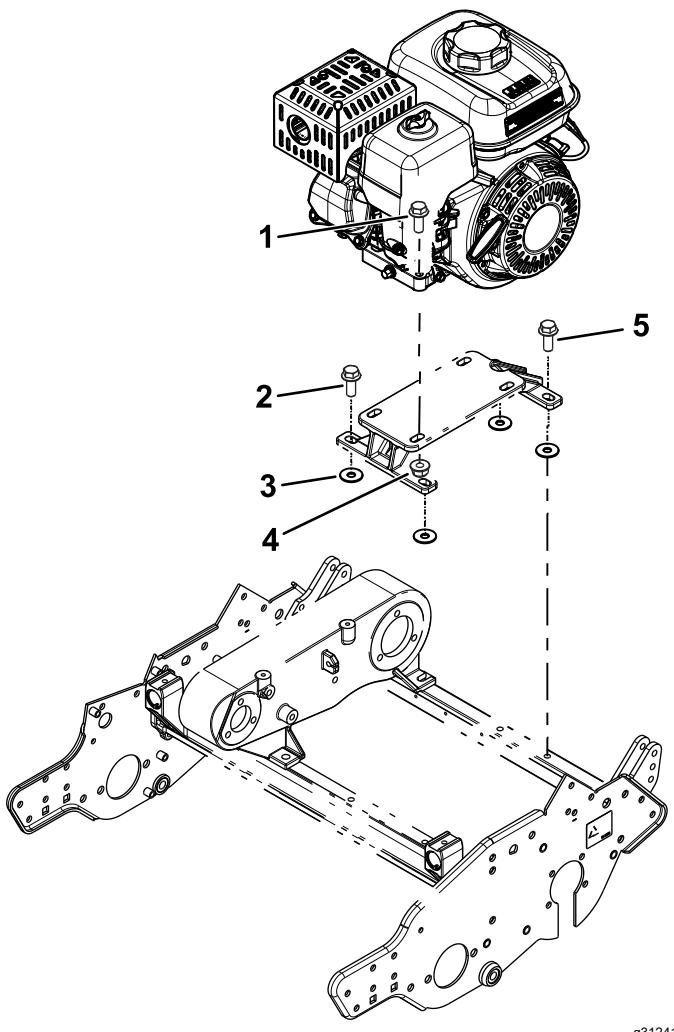
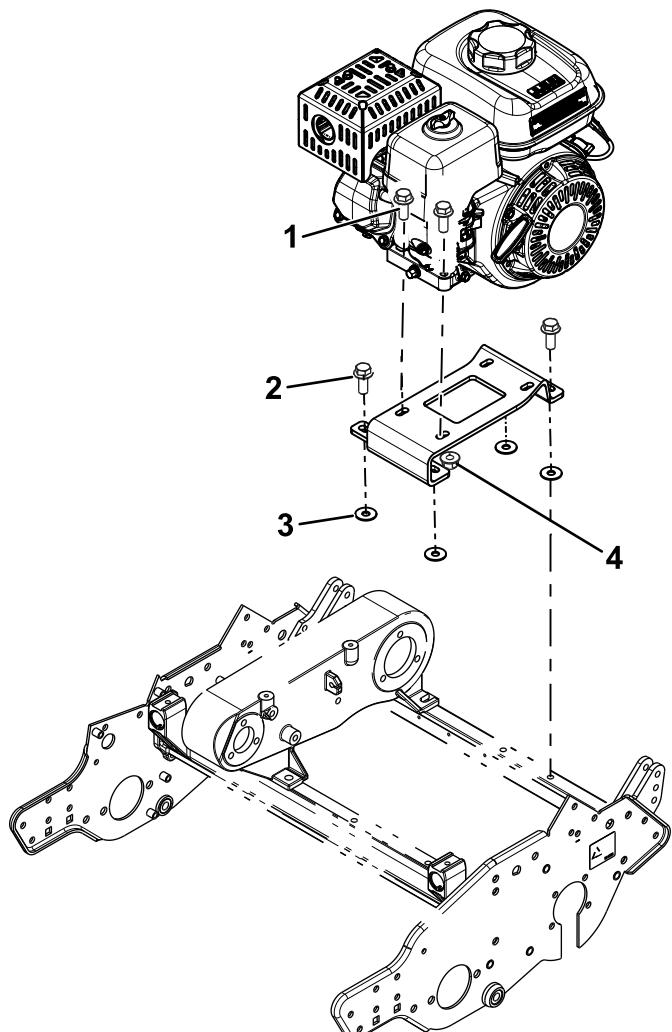

Figure 4
Figure 5
3. Années-modèles 2012 à 2014 : fixez le support de montage du moteur, déposé précédemment, sur la machine à l'aide des boulons retirés précédemment et des 4 rondelles (3/8" x 1 1/8"), comme montré à la Figure 4.
Vissez légèrement le boulon de fixation arrière gauche du moteur (montré à la Figure 4).
4. Années-modèles 2008 à 2011 : fixez le support de montage du moteur, fourni avec ce kit, sur la machine à l'aide des boulons retirés précédemment et des 4 rondelles (3/8" x 1 1/8"), comme montré à la Figure 5.
Vissez légèrement le boulon de fixation avant gauche du moteur (montré à la Figure 5).
5. Fixez le moteur sur son support de montage à l'aide des boulons et écrous retirés précédemment (Figure 4 et Figure 5).
15. Années-modèles 2012 à 2014 : retirez le boulon arrière gauche de la base du moteur (Figure 4) et utilisez-le pour fixer le collier en R et le câble d'accélérateur sur la base du moteur.
16. Années-modèles 2008 à 2011 : retirez le boulon avant gauche de la base du moteur (Figure 5) et utilisez-le pour fixer le collier en R et le câble d'accélérateur sur la base du moteur.
18. Serrez tous les boulons de fixation du moteur et du support du moteur (Figure 4).